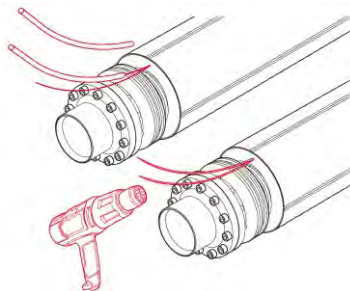

Рис. 3.9.1
1. Разъединить сигнальные проводники. Надеть на каждый из сигнальных проводников отрезок термоусаживаемой трубки. Усадить термоусаживаемые трубки газовой горелкой, паяльной лампой или техническим феном (рис. 3.9.1).